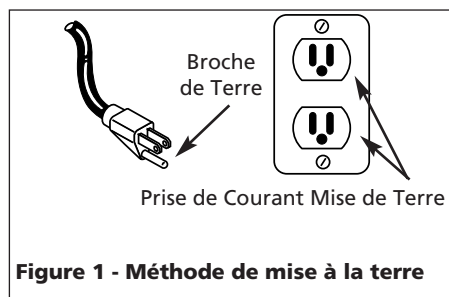

Figure 1 - Méthode de mise à la terre
- Ce produit est conçu pour l'utilisation d'un circuit de 120 volts et a une fiche de mise à la terre comme celle indiquée sur la Fig. 1. Assurer que le modèle est branché à une prise de courant qui a la même configuration que la fiche. Ce produit doit être mis à la terre. Dans l'événement d'un court-circuit, la mise à la terre diminue le risque de secousse électrique en fournissant un fil d'échappement pour le courant électrique. Ce produit est équipé avec un cordon qui a un fil de terre avec une fiiche de terre. La fiche doit être branchée dans une prise de courant qui a été installée et mise à la terre correctement en respectant tous les codes et règlements locaux.